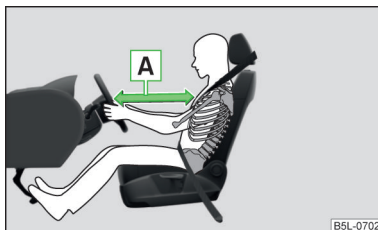

Fig. 25
- Atât pentru șofer cât și pentru pasagerul față este important să păstreze o distanță de aproximativ 25 cm față de volan, respectiv de planșa de bord » fig. 25 - A. Dacă nu se respectă această distanță, sistemul airbag nu își poate exercita eficiența maximă – pericol de moarte! Pe lângă acestea, scaunele din față și tetierele trebuie să fie întotdeauna reglate în funcție de mărimea corpului.